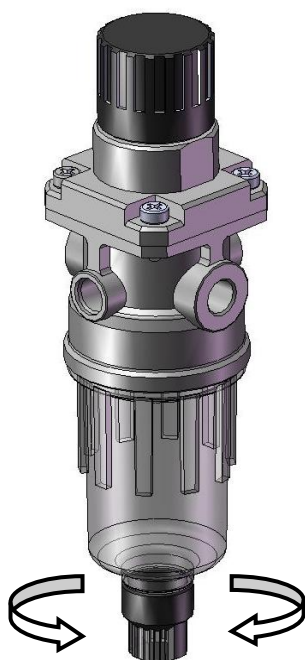

Рисунок 8.4.1.
- клапан фільтру повернути (Рисунок 8.4.1).